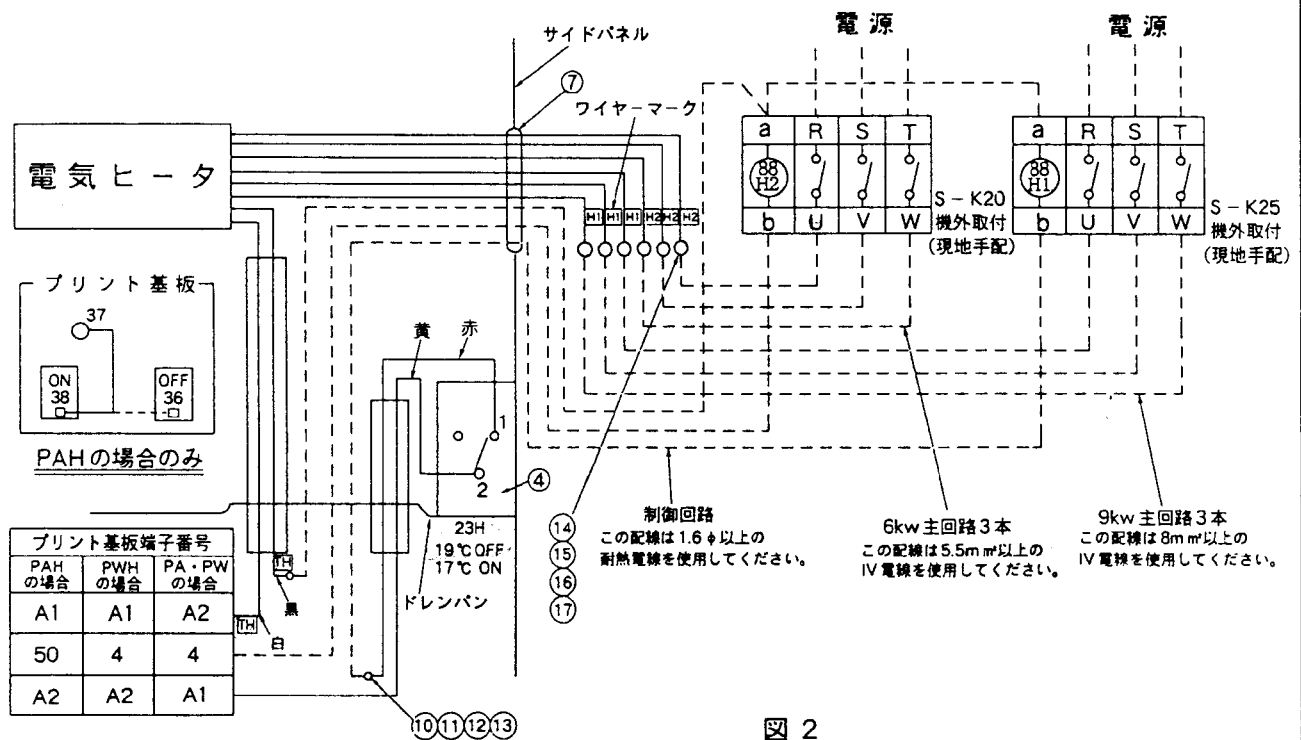

図 2
- (1). 図2のように配線してください。（破線は現地配線を示します。）
- (2). 現地配線との接続は、ネジ及びナット類（主回路：品番⑭⑮⑯⑰、制御回路：品番⑩⑪⑫⑬）で行ない、テープにて絶縁してください。
- (3). PAHの場合のみ、プリント基板上の36番に差し込んであるリード線を抜いて、38番ファストスタブに接続変更してください。